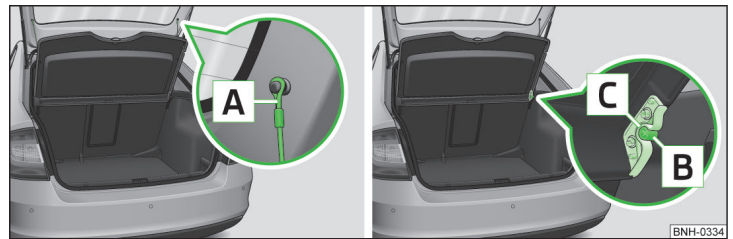

Abb. 76 Gepäckraumabdeckung befestigen
➤ Die Haltebänder **A** » Abb. 76 von der Gepäckraumklappe aushängen. ▶
- Die Aufnahmen an der Abdeckung **C** » Abb. 76 über die Bolzen **B** an der Seitenverkleidung stellen.
- Die Aufnahmen der Abdeckung **C** » Abb. 76 müssen in den Bolzen der Seitenverkleidung **B** eingerastet sein.
- Sind die Haltebänder **A** » Abb. 76 an der Gepäckraumklappe eingehängt, dann wird beim Öffnen der Gepäckraumklappe die Gepäckraumabdeckung mit angehoben.